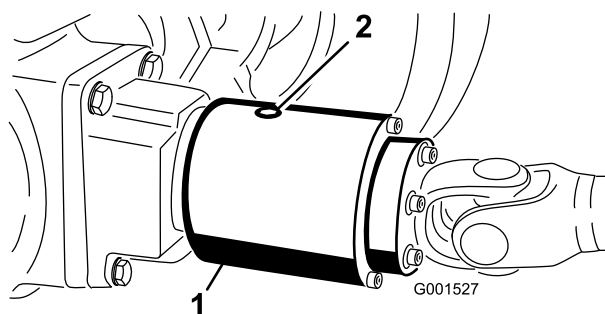

Figura 29
2. Gire el embrague (Figura 29) hasta que el tapón de verificación (mostrado en la posición de las 12) esté en la posición de las 4.